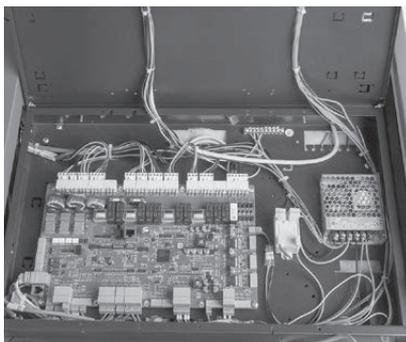

Fig. 126 Quadro di comando aperto
- ▶ Aprire il coperchio. Il quadro di comando contiene la scheda madre (scheda bruciatore) – Fig. 126.